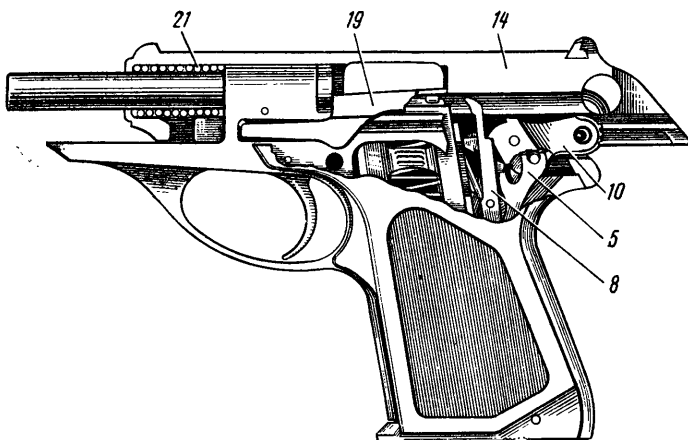

Рис. 21. Положение деталей и сборочных единиц по израсходованию патронов:
8.7. Взаимодействие сборочных единиц и механизмов по израсходовании патронов из магазина (Рис. 21)